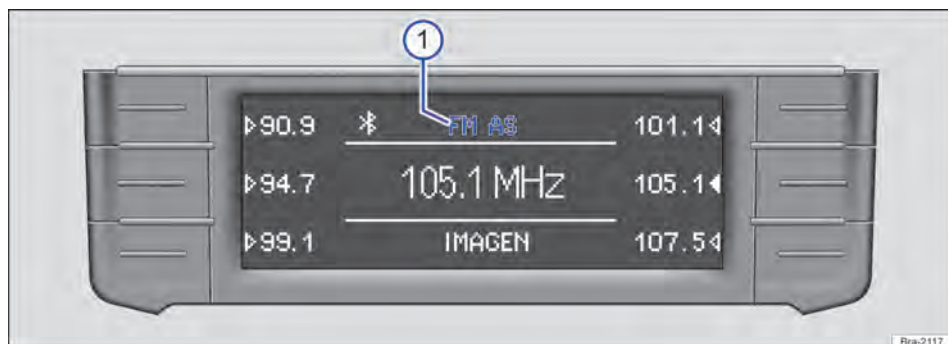

Fig. 146 Menu principal RADIO: são exibidas as faixas de frequências e os níveis de memória.
A faixa de frequências atualmente selecionada é exibida acima da exibição da estação → Fig. 146 ①.